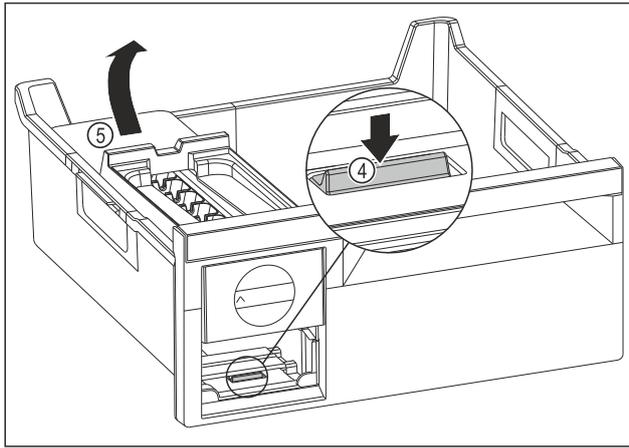

Fig. 131
- ▶ EasyTwist-Ice-Korpus entnehmen: Lasche Fig. 131 (4) mit Finger nach unten drücken und gleichzeitig mit der anderen Hand den EasyTwist-Ice-Korpus Fig. 131 (5) von hinten anheben.